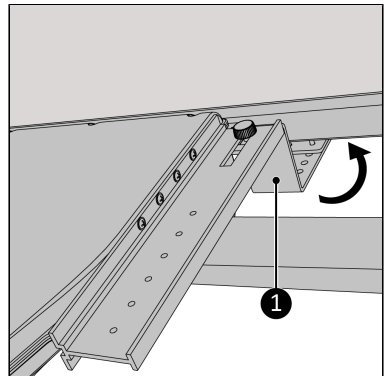

Abbildung 150.
- Hängen Sie die Halterung um den nach außen gewölbten Teil des Fensterrahmens (Abbildung 150, Pos. 1).